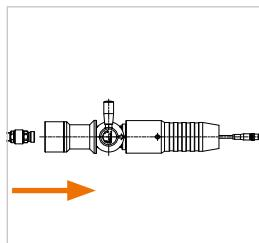

Figure 13
- ▶ Décrochez le nozzle de ravitaillement du distributeur. Le levier de commande (pos. 3) doit être en position OFF.
- ▶ Insérez le réceptacle de service WEH® sur le nozzle de ravitaillement jusqu'en butée et maintenez le nozzle dans cette position (position OFF) (Figure 13).